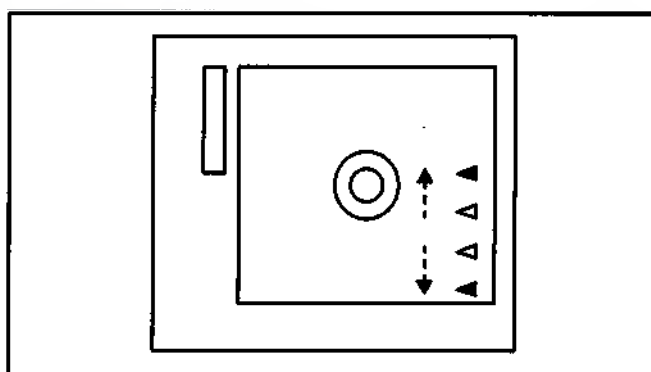

Рисунок 7.84
- 1 Нажмите кнопку FOCUS LOCATION + для увеличения интервала между фокусными точками (см. рис. 7.84).